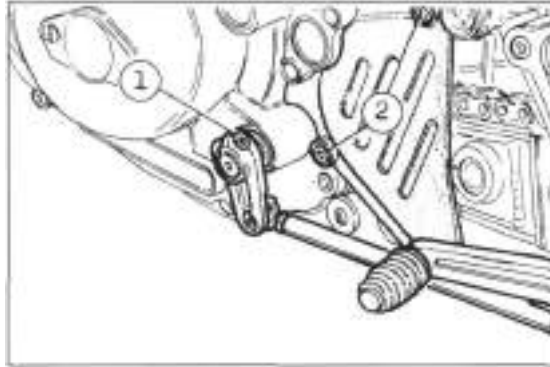

Bild 131
- Schalthebel von Welle und Ritzelabdeckung abbauen (Bilder 68 und 69/M 600/750; Bild 131/M 900).